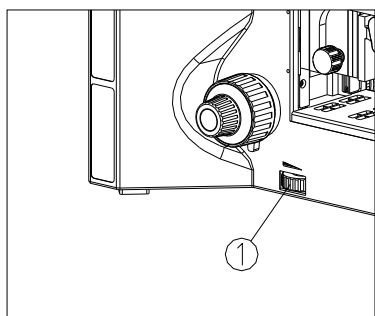

图 17
- (1) 接通电源，将显微镜主电源开关置于“—”（接通）状态。
- (2) 调节调光手轮①，将照明亮度调到观察舒适为止。
顺时针转动调光手轮①，亮度逐渐增强；逆时针转动调光手轮①，亮度逐渐减弱。（如图 17）